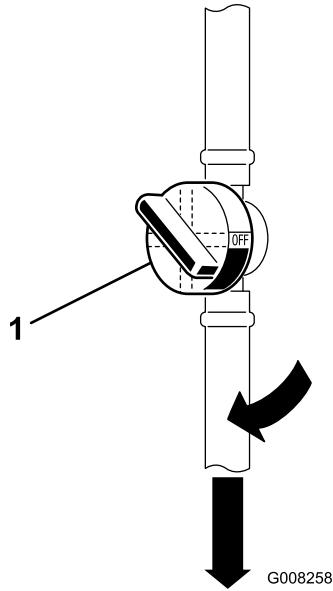

Figura 10
- Aprite la valvola di intercettazione del carburante (Figura 10), situata tra il serbatoio del carburante e il motore.